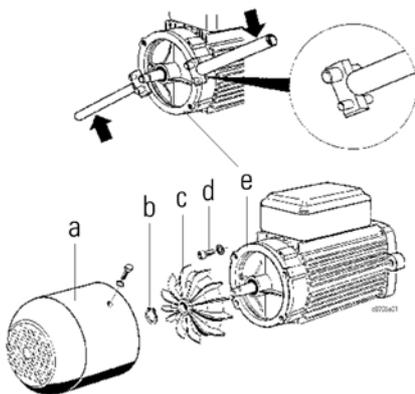

Fig. 71
- Para girar la tapa del motor recomendamos utilice nuestra herramienta especial., véase Fig. 71.